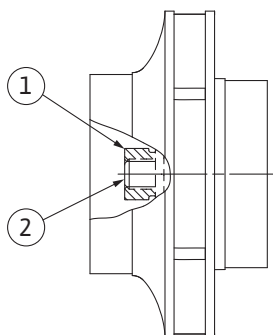

Fig. 107: Pravilan položaj navrtke radnog kola nakon instalacije
8. Čvrsto držite vratilo viljuškastim ključem (širina 22 mm) i zategnite maticu radnog kola određenim momentom zatezanja (vidi tabelu „Obrtni momenti pritezanja“ [► 27]). Navrtka (Fig. 107, poz. 1) mora biti poravnata oko $\pm 0,5$ mm sa krajem vratila (Fig. 107, poz. 2). Ukoliko to nije slučaj, olabaviti navrtku i ponoviti radne korake 4 ... 8.